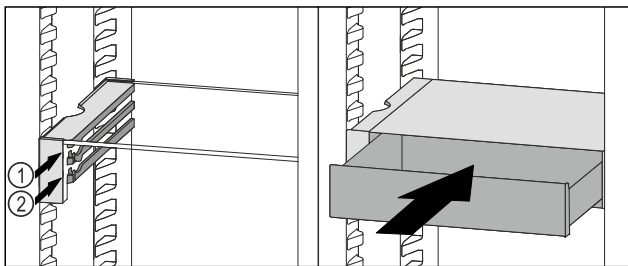

Fig. 130
- ▶ Встановити висувний ящик VarioSafe за стопорами на потрібне ребро Fig. 130 (1) або Fig. 130 (2).